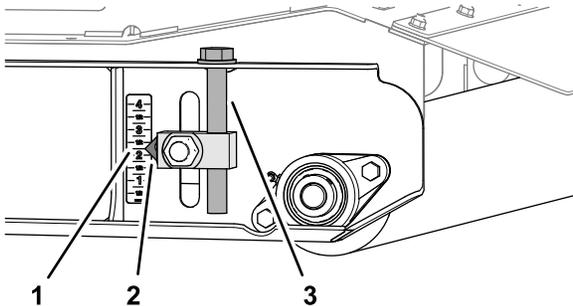

図 77
5. 後ローラのところ、左右の刈高アジャスタを、デカルの 2-1/4" のマークに合わせて 図 77。